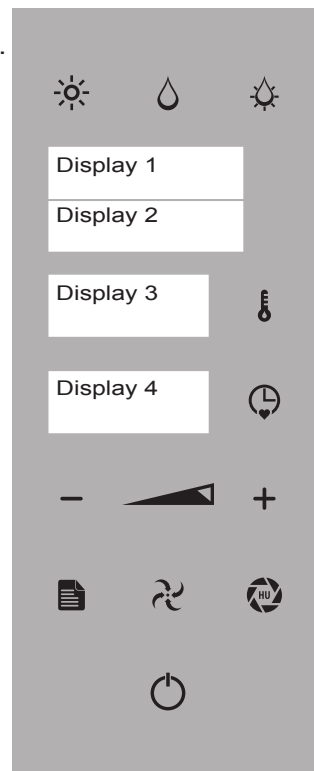

Fig.1
- Modalità "STAND BY": tasto "INVIO" illuminato e visualizzazione orologio (Fig.1 Display 3).
- Modalità "MENU PRINCIPALE": tasto "INVIO" illuminato, visualizzazione orologio (Fig.1 Display 3) e visualizzazione delle funzioni (WASH - RICETTE - Sonda al cuore - POST - SALVA RICETTE - IMPORTA RICETTE - UPDATE FW - OFF - Fig.1 - Display 1).
In modalità "selezione della funzione" o "selezione del parametro" dopo 5 secondi di inattività il forno memorizza la funzione o il valore visualizzato (Fig.1 Display 2 - 3 - 4).
Il "Programma" e/o "Ricetta" di cottura, può essere richiamato e ripetuto all'occorrenza. L'apparecchiatura può memorizzare fino a 60 programmi, la durata di ogni programma non può superare le 9 ore di lavorazione consecutive. All'interno del "Programma" sono possibili 5 fasi di cottura. La "Fase di cottura" evidenziata dalla scritta "FASE" (Fig.1 Display 2) indica le caratteristiche di cottura con le quali vengono trattati gli alimenti.